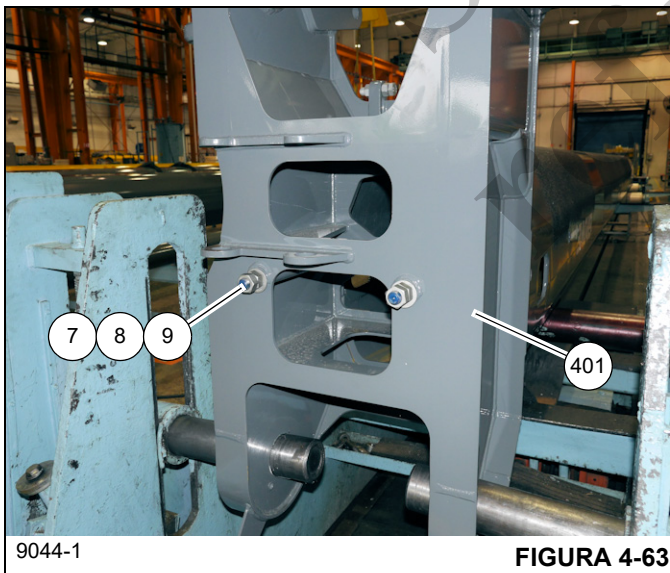

FIGURA 4-63
8. Coloque la sección telescópica 3 (401) en posición invertida sobre soportes adecuados en la parte delantera del cilindro telescópico N.º 1 (502).
9. Instale dos cables de retracción (7) por la sección telescópica 3 (401). Fije cada cable de retracción (7) a la parte delantera de la sección telescópica 3 (401) con una arandela (9) y dos tuercas (8) (vea la Figura 4-63).